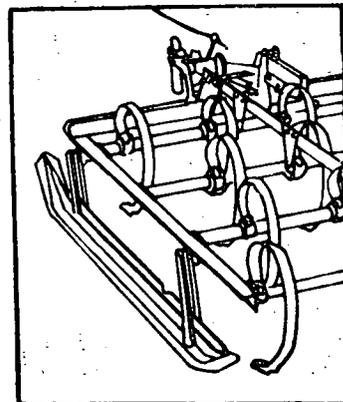
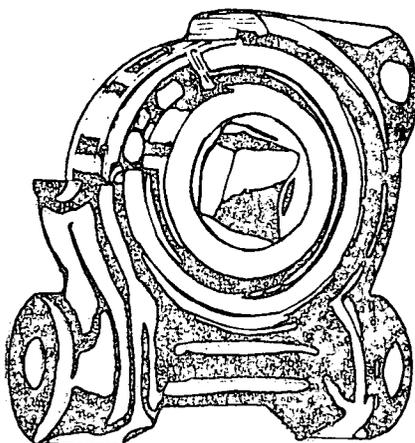

Fig. 5
Fig. 7
*Rolamentos.* O conjunto de discos e separadores montados sobre um eixo comum a todos e correspondentes a uma seção fixa-se na armação por meio de rolamentos. Estes podem ser de metal antifricção, ou de madeira dura impregnada de óleo (ver fig. 5), ou serem rolamentos lubrificáveis, ou selados como o ilustrado na fig. 7. Os rolamentos podem ser montados de diversas maneiras.